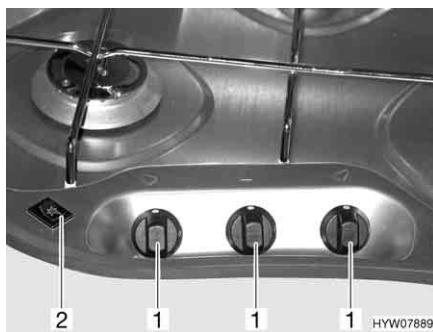

Fig. 97 Elementi di comando del fornello a gas
► Nei fornelli a gas senza accensione elettronica, non è presente il rispettivo interruttore a bilico (Fig. 97,2).
- Ruotare il pomello girevole (Fig. 97, 1) dell'impianto a fiamma libera desiderato in posizione accesa (fiamma alta).
- Accensione elettronica: Premere l'interruttore a bilico (Fig. 97,2). Sul bruciatore vengono prodotte scintille.